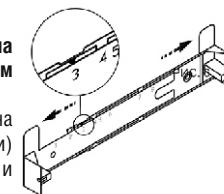

рис. 6
6.3 Крепление кронштейна к стене (рис. 6, 7).
- прежде чем прикрепить кронштейн к стене, необходимо выставить его на нужный размер (равный ширине верхней фальштрубы кухонной вытяжки) (рис.6). Увеличьте размер кронштейна (если это необходимо), раздвинув его, и зафиксируйте фиксатором напротив соответствующей цифры.